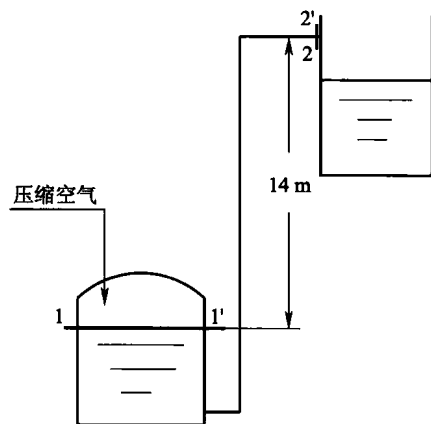

图 1-2
5. 如图 1-2 所示, 用压缩空气将密闭贮槽中密度为 $1\,840 \text{ kg/m}^3$ 的硫酸送至敞口高位槽, 输送量为 $9 \text{ m}^3/\text{h}$ 。输送管道采用 $\phi 60 \text{ mm} \times 3.5 \text{ mm}$ 的无缝钢管, 管路的总能量损失为 1.6 m 液柱 (不包括出口损失), 密闭贮槽中的液面与压出管口的垂直距离为 14 m , 且在输送过程中保持恒定。试求密闭贮槽中应保持多大的压力?